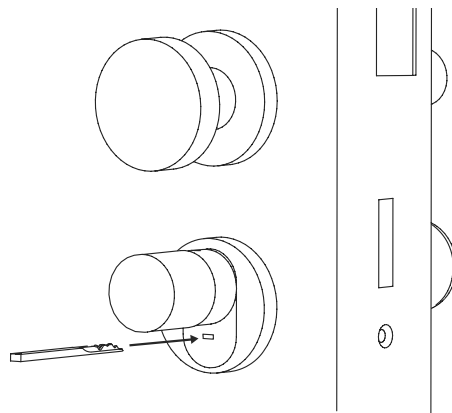

Abb. 11
① Zum Öffnen des Schlosses, klappen Sie den Notschlüssel am Gelenk auf und führen Sie ihn anschließend durch den angedeuteten Schlitz auf der Notschlossabdeckung ein (Abb. 11).
② Drehen Sie den Schlüssel um 90 Grad im Uhrzeigersinn. Drehen Sie dabei eventuell den Außenknauf ein wenig nach links und rechts, um den Mechanismus freizugeben. Das Schloss ist nach spätestens zwei vollen Umdrehungen des Zylinderknaufs geöffnet.
③ Nachdem die Tür geöffnet ist, drehen Sie den Notschlüssel wieder in seine Ausgangsposition zurück (90 Grad gegen den Uhrzeigersinn) und ziehen Sie ihn heraus.
④ Damit der Schließzylinder wieder in seine reguläre Schließposition zurückkehrt, drehen Sie den Außenknauf zwei vollständige Umdrehungen in beide Richtungen. Somit rastet der Mechanismus ein und das Notschloss ist vollständig geschlossen.
- ⑧ Sofern noch nicht geschehen, entfernen Sie den Batterieschutzstreifen aus dem Batteriefach am Innenknauf (Abb. 11).